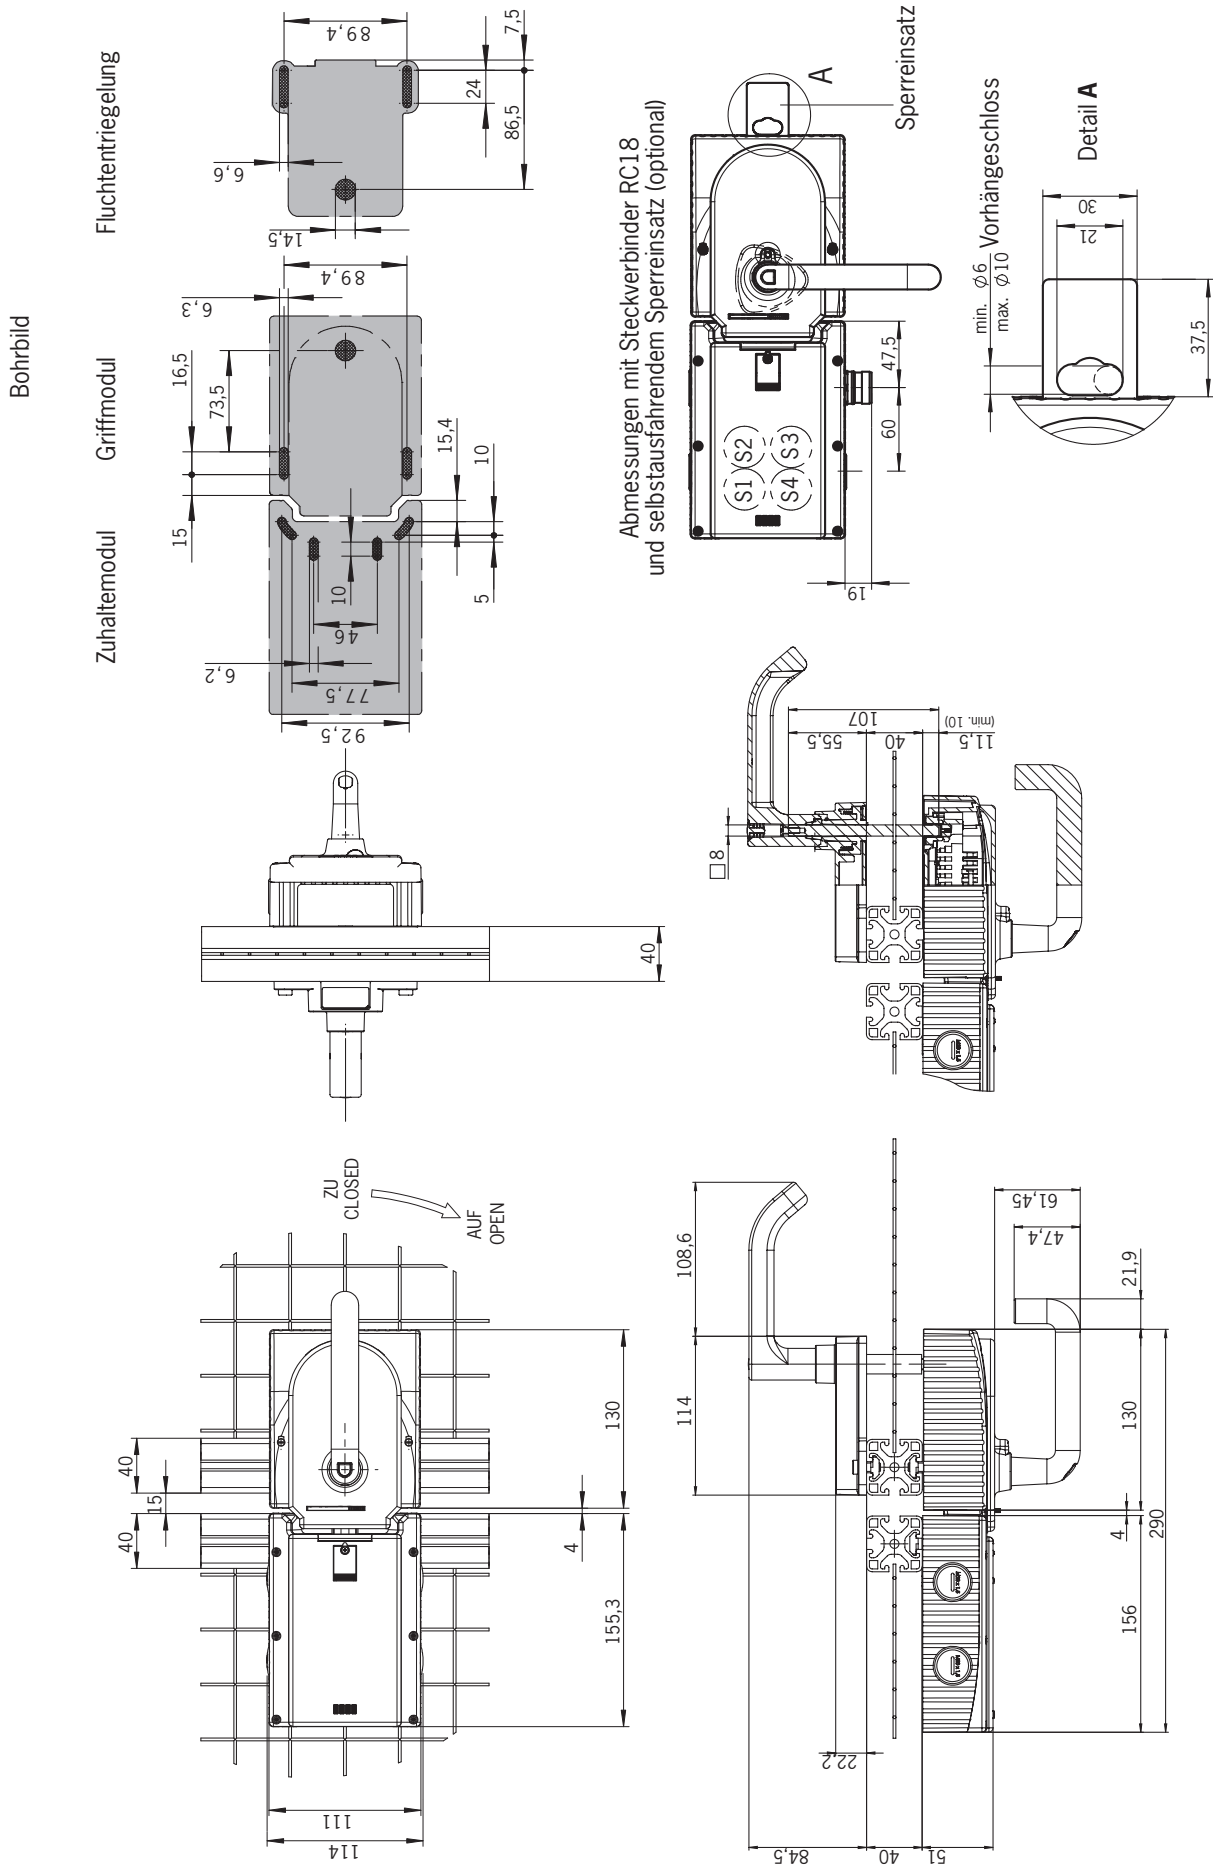
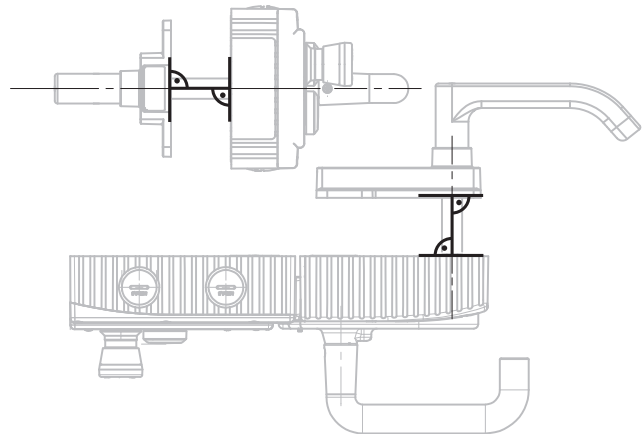

Bild 4: Maßzeichnung MGB montiert, ohne optionale Montageplatten
Bild 8: Montagebeispiel für rechts angeschlagene Tür (Übersichtsdarstellung)
- › Achse der Fluchtentriegelung im rechten Winkel zum Griffmodul ausrichten. Siehe *Bild 4* und *Bild 8*.
Montageschritte siehe *Bild 8* und *Bild 9* bis *Bild 14*.